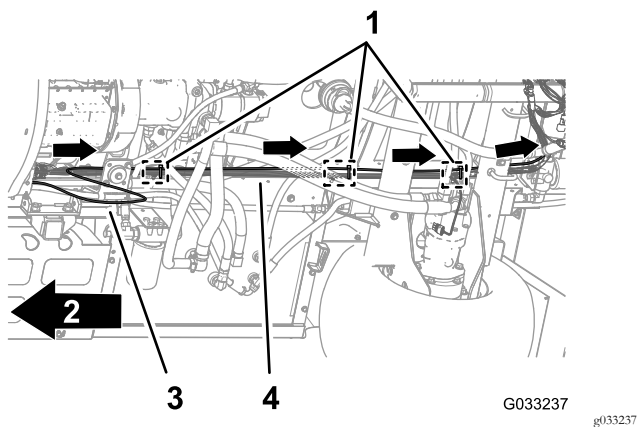

Рисунок 111
1. Проложите трубку датчика давления для манометра на приборной панели вдоль заднего жгута проводов машины (Рисунок 111).
- Прикрепите трубку датчика давления к заднему жгуту проводов с помощью трех кабельных стяжек, расположенных рядом с тремя вставными держателями в точках крепления на ходовой части, предназначенных для заднего жгута проводов (Рисунок 111).